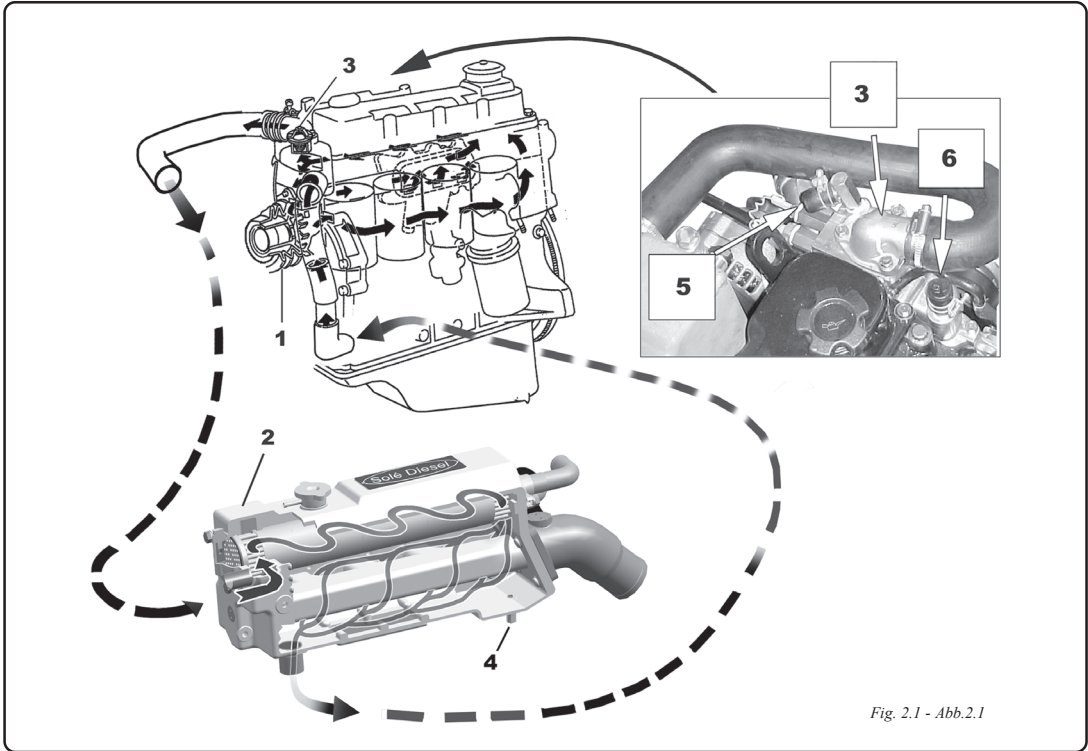

Fig. 2.1 - Abb.2.1
2.2.1 CIRCUITO DE REFRIGERACIÓN “AGUA DULCE” (Fig. 2.1)
2.2.1 “FRESHWATER” COOLING CIRCUIT (Fig. 2.1)
2.2.1 CIRCUIT DE REFROIDISSEMENT “EAU DOUCE” (Fig. 2.1)
2.2.1 CIRCUITO DI REFRIGERAZIONE “ACQUA DOLCE” (Fig. 2.1)
“SÜßWASSER” (Abb. 2.1)